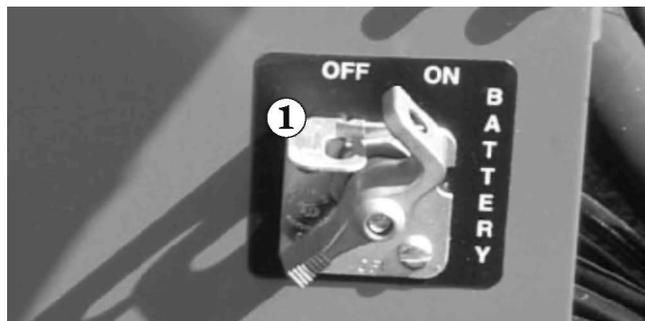

Abbildung 9.7
- Stellen Sie den **Batterieschalter** ① auf AUS (siehe Abbildung 9.7).